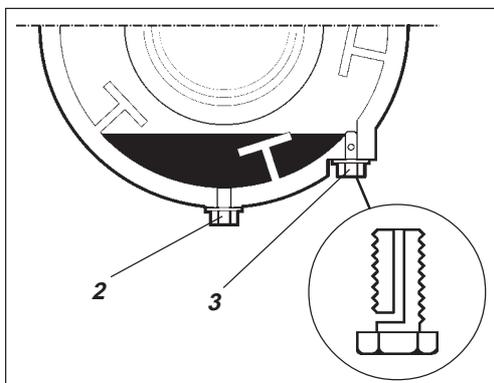

Abb. 24 Bandagenkassette
Nun Öl durch die Öleinfüllschraube (1) einfüllen, bis das Öl durch die Bohrung der Ölstandschaube ausläuft, siehe Abb. 24. Der Ölstand ist korrekt, wenn kein Öl mehr ausläuft.